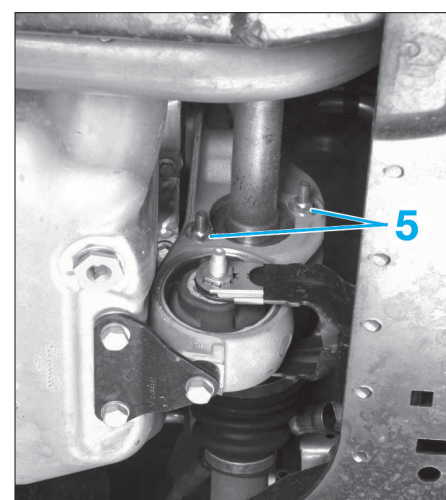

FIG. 5
- 1er cas (Fig.5) :
- desserrer les écrous (5)